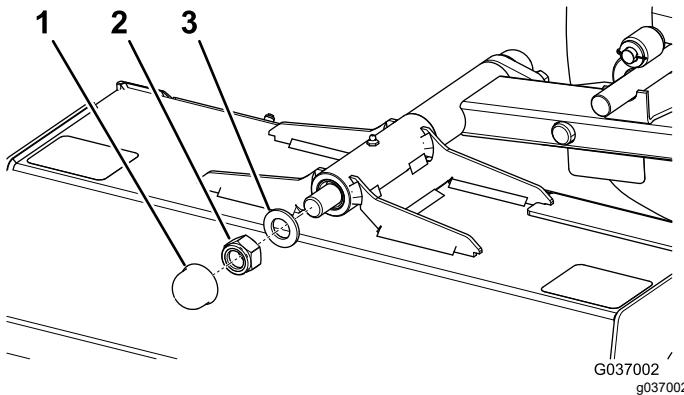

Figura 76
4. Retire el tapón, y retire la tuerca (M24) y la arandela del eje de pivote (Figura 76).
- Instale la arandela y la contratuerca (M24), y apriete la contratuerca (Figura 76).